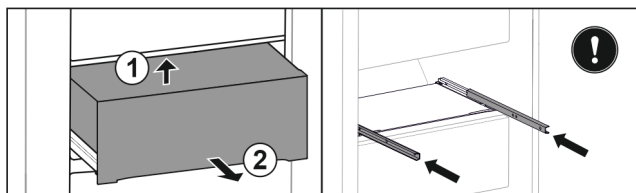

Fig. 159
- ▶ Nadzvedněte zásuvku zezdola vzadu. Fig. 159 (1)
- ▶ Vyměňte zásuvku dopředu. Fig. 159 (2)